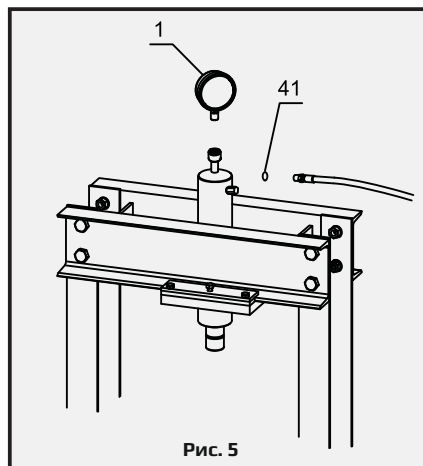

Рис. 5
6) Присоедините манометр (1) и шланг к гидроцилиндру. См. рис. 5.